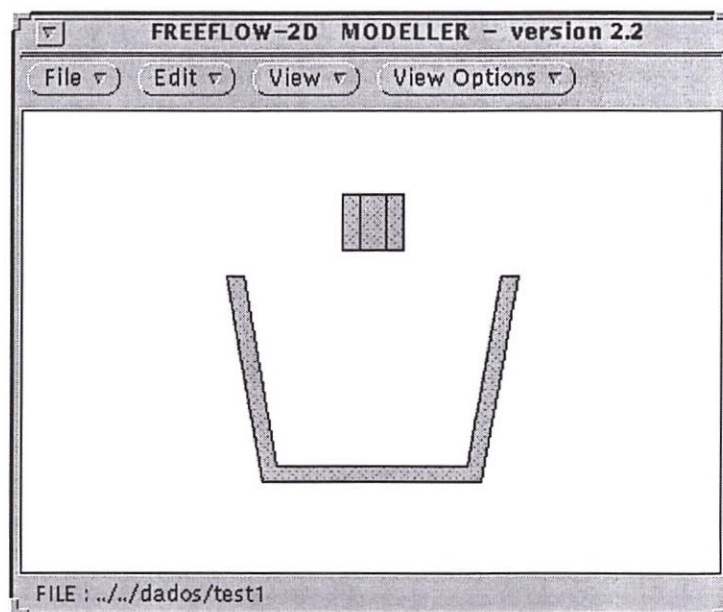

Figura 1.38: Visualização do modelo preenchido
-Fill: por esta opção pode se visualizar o modelo preenchido, como mostra a figura 1.38.